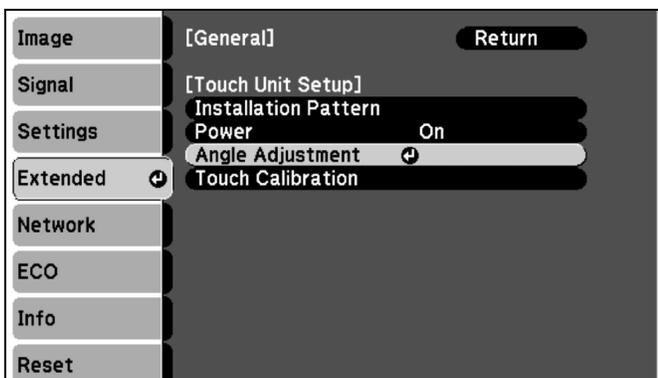

Figure 35
4. Sélectionnez **Ajustement de l'angle**. (Voir figure 35)